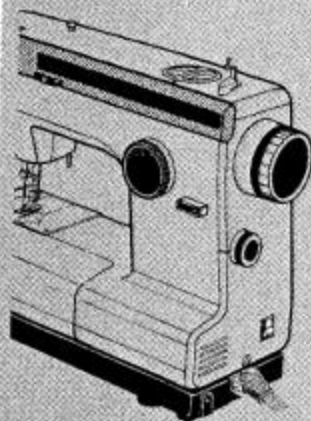

Fig. 1
2. Druk de knop (Fig. 1) in en til de machine gelijktijdig iets op zodat de vrije arm steun eruit kan springen.
De lichtschakelaar bevindt zich aan de zijkant van de machine (Fig. 1).